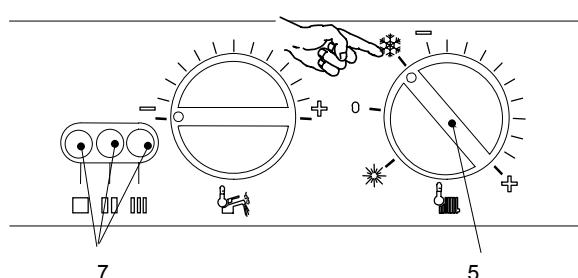

Fig. 6.3
- 2 Turn the function selector 5 as in Fig. 6.3. The appliance operation light 7 will flash every 2 seconds.
- 2 Переместите переключатель 5 в положение, как указано на рис. 6.3. Индикатор работы котла 7 будет моргать каждые 2 секунды.